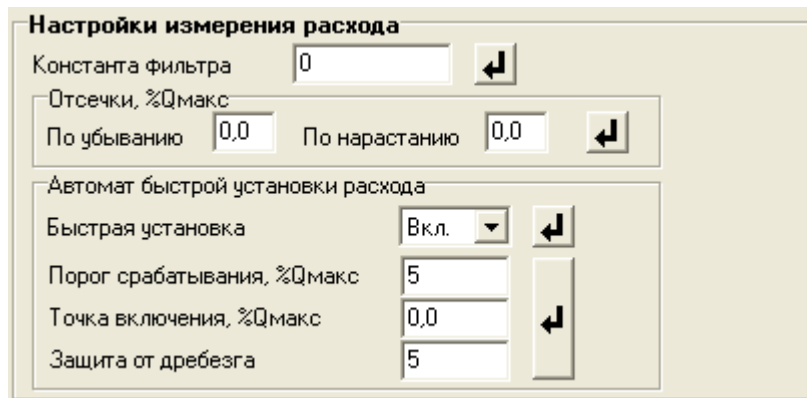

Рис.7. Вид группы «Настройки измерения расхода».
2.3.1. Установочные параметры измерения расхода находятся во вкладке **Настройки** основного окна программы «Монитор» в группе **Настройки измерения расхода** (рис.7).